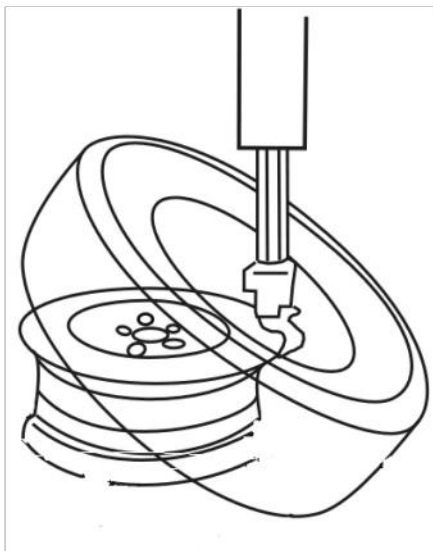

Fig. 26
- Mettez le talon sur la jante avec le côté gauche vers le haut, appuyer sur la pédale A, replacez la colonne sur sa position de travail (Fig.26).